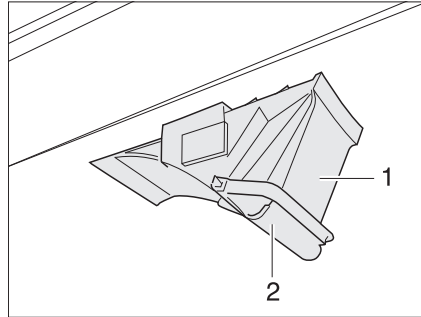

Fig. 14 Cuña de calzo
- Girar hacia abajo el estribo de sujeción (Fig. 14,1).
- Extraer la cuña de calzo (Fig. 14,2) de su soporte.